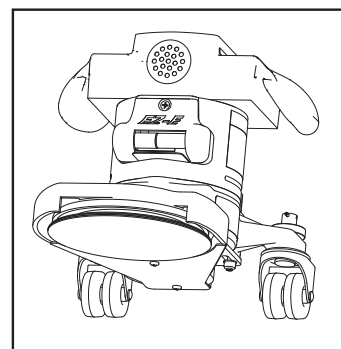

Figure 5
Cette machine doit être mise à la terre pour protéger l'opérateur du danger d'électrocution. La machine est munie d'un cordon d'alimentation avec deux principaux conducteurs et un conducteur de terre. Branchez la fiche dans un réceptacle du type indiqué dans la figure 5. Le conducteur vert et jaune est le conducteur de terre. Ne jamais brancher ce conducteur à une borne autre que celle de mise à la terre.
3. Lorsque la machine est en position inclinée, saisissez fermement les deux poignées et mettez l'interrupteur de commande en position « ON ». (Figure 5.)